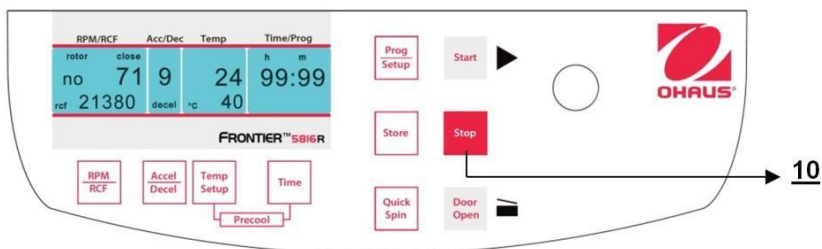

Figure. 30
Avec la touche "**Stop**" (10) (voir la figure 30), il est possible d'interrompre une centrifugation à tout moment. Après avoir appuyé sur la touche, la centrifugeuse décélère conformément à l'intensité présélectionnée jusqu'à son arrêt complet.